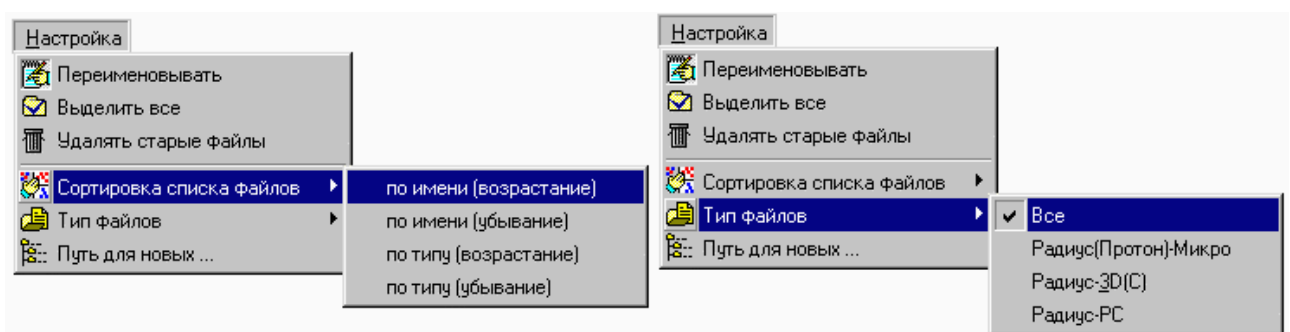

Рис. 3.66. Подпункты меню «Настройка»
**2. Пункт меню «Настройка»** включает в себя подпункты (Рис.3.66), которые полностью дублируются органами управления, расположенными на панели «Настройка»: